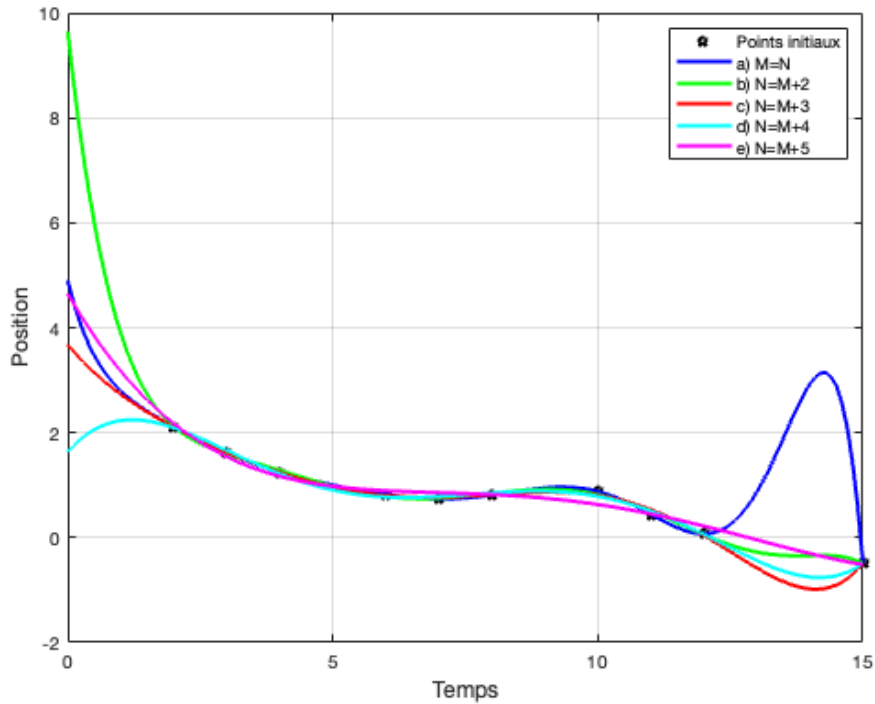

FIGURE 10 – Trajectoires de la masse d’une grue obtenues avec différents nombre de coefficients.
2. La figure 10 présente les fonctions d’approximation obtenues.